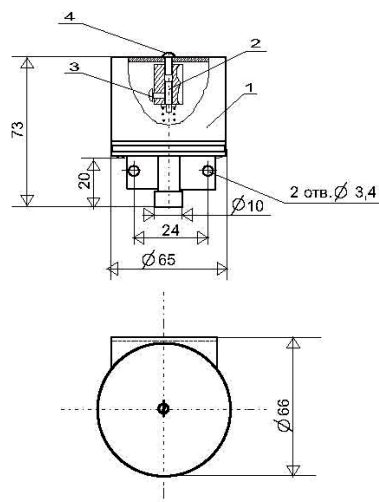

Рис.1 – Общий вид датчика ДДМ-4Ш
3.7. Общий вид и габаритные размеры датчика приведены на Рис.1.
6.2. Снять защитный кожух поз.1(см.Рис.1). Подсоединить к ниппелю датчика через рукав с внутренним диаметром 8мм (ГОСТ 10362-76) источник давления газа. Подсоединить датчик к электронной системе обработки сигнала проводом с сечением жилы не менее 0,2 мм. Регулировочным винтом поз.2 установить порог срабатывания датчика, зафиксировав его положение стопорным винтом поз. 3. Контроль величины необходимого давления произвести по манометру, находящемуся на трубопроводе, где расположен датчик.